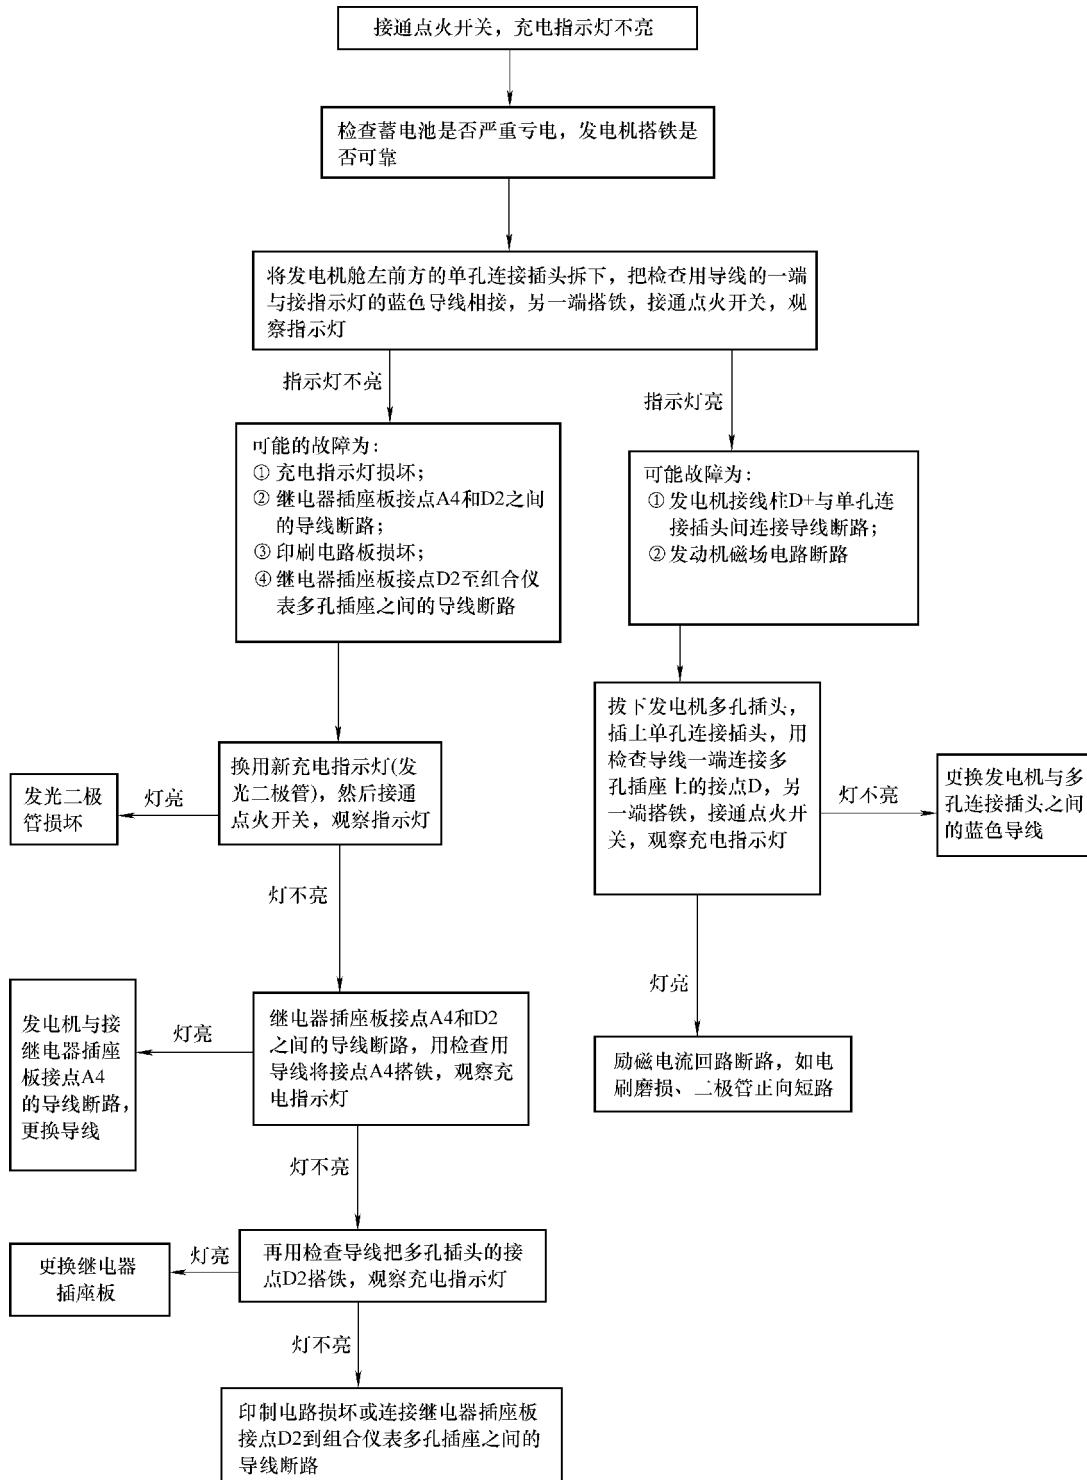

图 3-33 桑塔纳系列轿车充电指示灯不亮的诊断流程
3) 若以上检查良好, 把发电机舱内左前方的单孔连接插头拆开, 将检查用的导线一端与接指示灯的蓝色导线相连接, 另一端搭铁, 打开点火开关, 观察充电指示灯, 若指示灯点亮, 表明发电机 D + 接线柱与单孔插头间连接导线断路或发动机调节器有故障; 若指示灯不亮, 可能充电指示灯损坏或继电器插座板、印制电路板及其连线损坏, 应按照图 3-33 所示进行诊断。